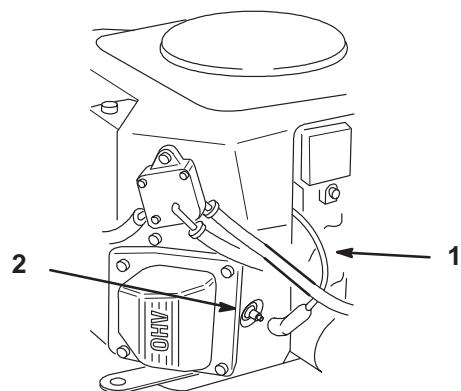

Figure 34
2. Débranchez les fils des bougies (Fig. 34). Nettoyez la surface autour des bougies pour éviter que des impuretés endommagent le moteur en tombant à l'intérieur.
3. Connectez les fils aux bougies (Fig. 34).